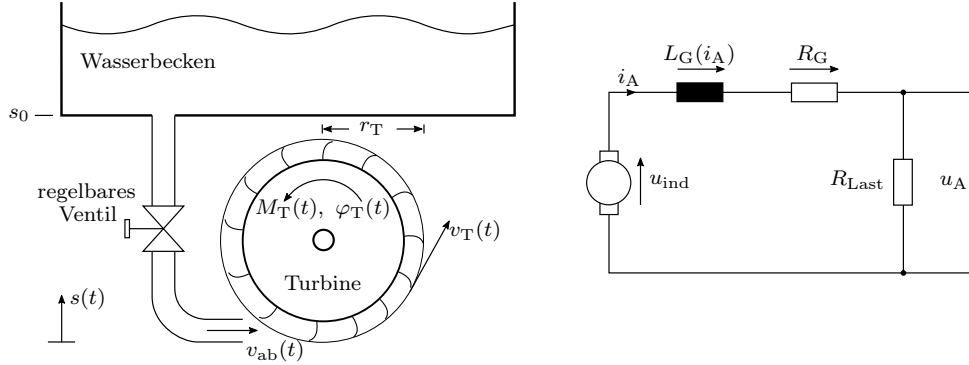

Abb. 1: Schematische Darstellung des Pumpspeicherkraftwerks und elektrisches Schaltbild der Gleichstrommaschine.
**Aufgabe 1.** Betrachtet wird das in Abbildung 1 schematisch dargestellte Pumpspeicherkraftwerk. Im Folgenden soll ein mathematisches Modell für den Generatorbetrieb (Ablassen des Wassers aus dem Becken) entwickelt werden. Vereinfachend sei dazu angenommen, dass die Turbine mit einem Übersetzungsverhältnis von 1:1 direkt an die als Generator fungierende Gleichstrommaschine gekoppelt ist.